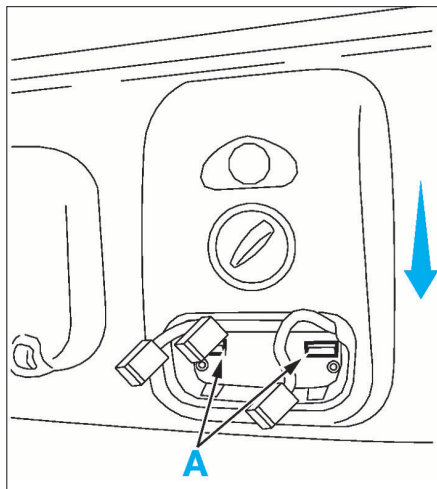

FIG. 78
- Dégrafer la console de pavillon en (A), puis la tirer vers l'avant (Fig.78).